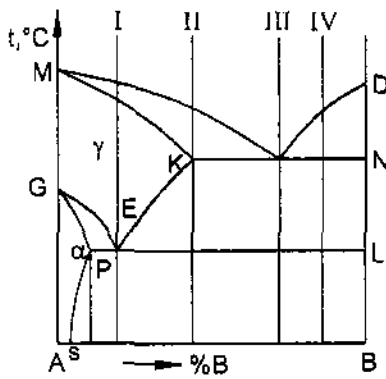

Рисунок 1
1. Какой сплав диаграммы затвердевает при постоянной температуре (рисунок 1)?